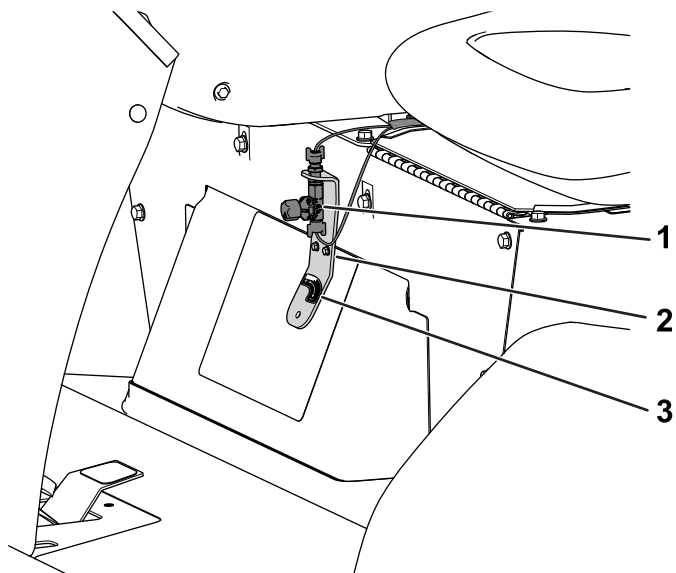
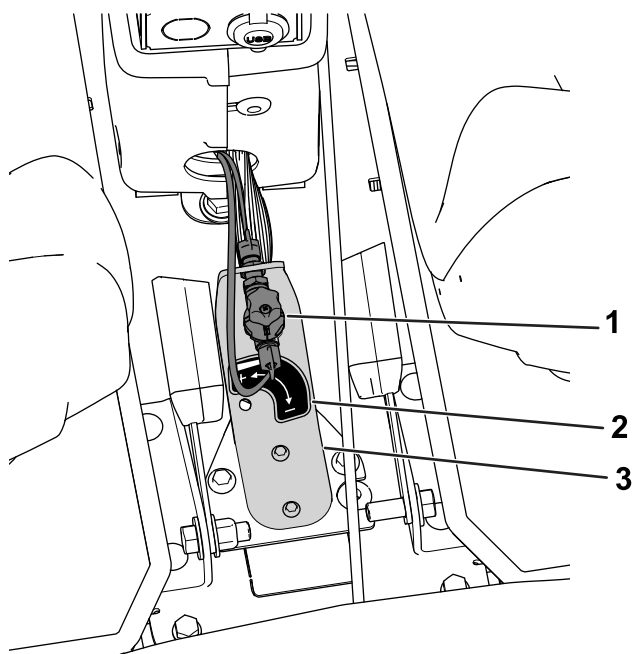

Figura 11
Figura 12
6. Instale o autocolante como se mostra na Figura 12 ou na Figura 11.